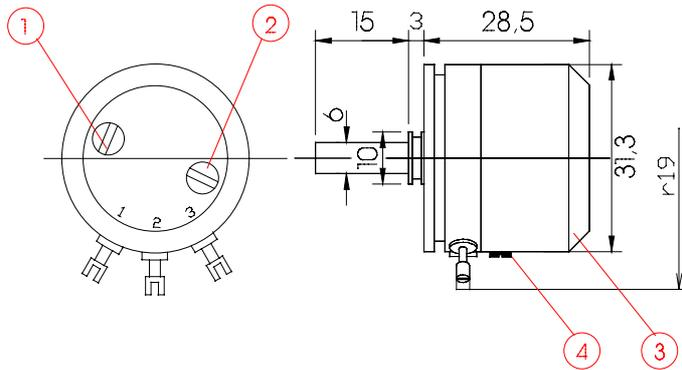
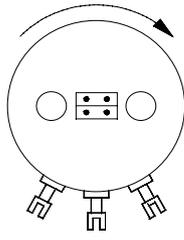

Abb.1: Abmessungen
Abb.5
Durch den Deckel des Winkelferngebers ESM31 gibt es direkten Zugang zu den Einstellpotentiometern für den 0-Punkt (ZERO, Abb.1, Teil 2), und Meßbereich (SPAN, Abb.1, Teil 1). Unter dem Deckel (Abb.1, Teil 3), der nach Lösen der Schraube (Abb.1, Teil 4), abnehmbar ist, ist ein Jumper platziert. Dieser dient zur Wahl des Drehsinnes (Siehe Abb.5 und 6).
- Jumper "horizontal" platziert für Drehsinn im Uhrzeigersinn (Abb.5).
Der 0-Punkt (Zero) wird mit dem Potentiometer „ZERO“ (siehe Abb.1 Teil 2) eingestellt, der Meßbereich (Span) mit dem Potentiometer „SPAN“ (siehe Abb.1, Teil 1).